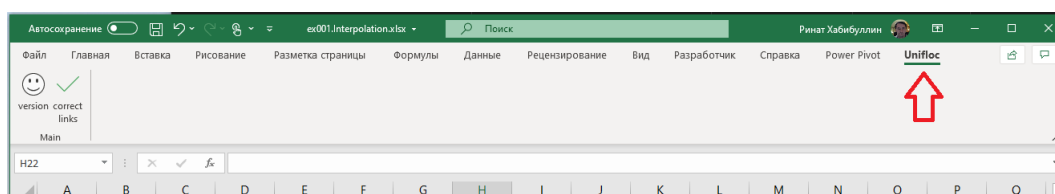

Рис. 1.1 — Открытая панель Unifloc
1. Для работы с примером должна быть запущена надстройка Unifloc 7.22 VBA. Убедиться, что надстройка запущена можно найдя вкладку Unifloc в панели меню Excel, рис. 1.1.